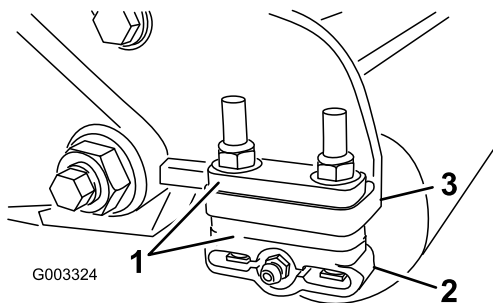

Figura 12
1. Regolate le staffe del rullo posteriore (Figura 12) in base all'altezza di taglio desiderata posizionando il numero di distanziali necessari sotto la flangia di montaggio della piastra laterale (Figura 12) conformemente alla tabella delle altezze di taglio.